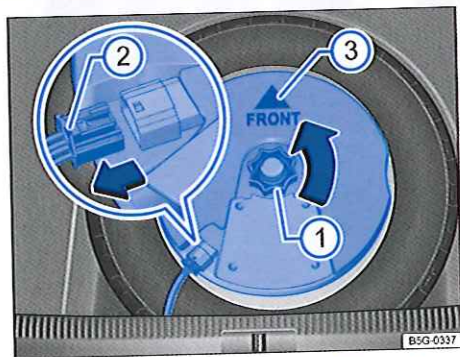

Fig. 264 Dans le coffre à bagages : dépose du subwoofer (variante 2)
- Dévissez la molette ⇒ fig. 264 ① en la tournant dans le sens inverse des aiguilles d'une montre (flèche).
- Pour déverrouiller la fiche, enfoncez le verrouillage à l'extrémité de la fiche ②.
- Placez avec précaution le subwoofer dans le puits de jante. Lors de cette opération, la pointe de la flèche « FRONT » ⇒ fig. 264 ③ sur le subwoofer doit être orientée vers l'avant.
- Branchez la fiche jusqu'à ce que le verrouillage ② s'encliquette de manière audible.
- Tournez dans le sens des aiguilles d'une montre la molette ① sur la goupille filetée jusqu'à ce que le subwoofer soit correctement fixé.